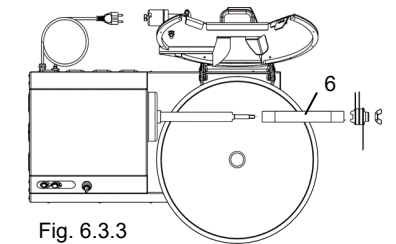

Fig. 6.3.3
- Tourner dans le sens inverse des aiguilles d'une montre le bac "5" Fig. 6.3.3 de manière à l'enlever du siège.
- Après avoir effectué la procédure décrite au paragraphe 6.4 retirer le tube Réf. 6 Fig. 6.3.3 en veillant à ce qu'il ne subisse pas de chocs qui pourraient l'ovaliser ou abîmer son bord.